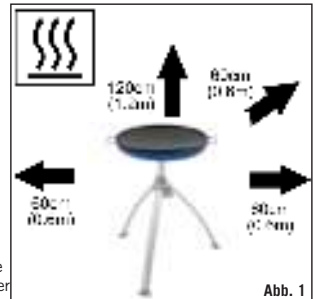

Abb. 1
- Die Luftlöcher der Brennerpfanne (F) auf der Basisplatte nicht verdecken oder verstellen, weil dies den Luftstrom zu den Rohr-Luftlöchern im Tripotgehäuse (J) beeinträchtigen kann. Dies wiederum beeinflusst die Leistung des Produktes und mag zu einer schwankenden Flamme führen. Achten Sie darauf, dass das Gerät nicht in der Nähe von brennbaren Materialien aufgestellt wird. Mindestsicherheitsabstände sind:
- Über dem Gerät: 1,2 m Rückseite und Seiten: 600 mm. (siehe Abb. 1)
- Im Fall eines Flammen-Rückschlages (wenn die Flamme sich im Innern oder in dem Venturi-Gehäuse entzündet), die Gaszufuhr sofort erst durch Schließen des Kontrollventils am Gasbehälter und dann am Geräteventil (M) abschalten. Nachdem die Flamme erloschen ist, müssen Sie den Regler abnehmen und den Zustand der Dichtung prüfen; im Zweifelsfall muss die Dichtung erneuert werden. Stellen Sie das Gerät, wie weiter unten im Abschnitt 7 beschrieben, wieder an. Sollte es wiederholt zu solchen Flammen-Rückschlägen kommen, geben Sie das Produkt bitte Ihrem autorisierten CADAC-Vertragshändler zurück.